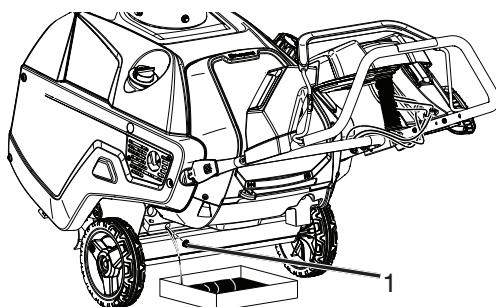

Figure 24
- Placer un contenant sous le bouchon de vidange d'huile, retirer le bouchon de vidange d'huile, puis basculer la souffleuse à neige vers l'arrière et laisser l'huile usée s'écouler dans le carter de vidange d'huile (Figure 24).